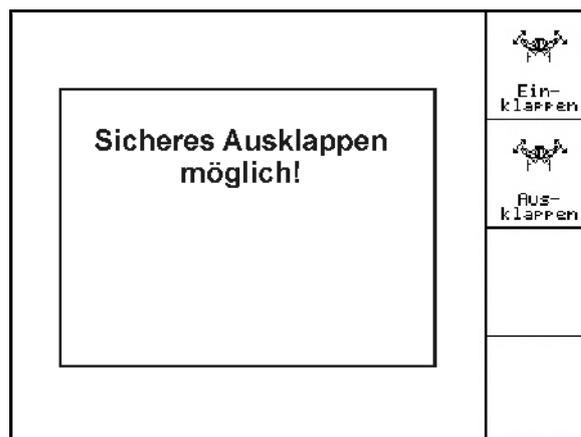

Fig. 65
- Visualizzazione del display: Apertura in sicurezza impossibile (Fig. 65)